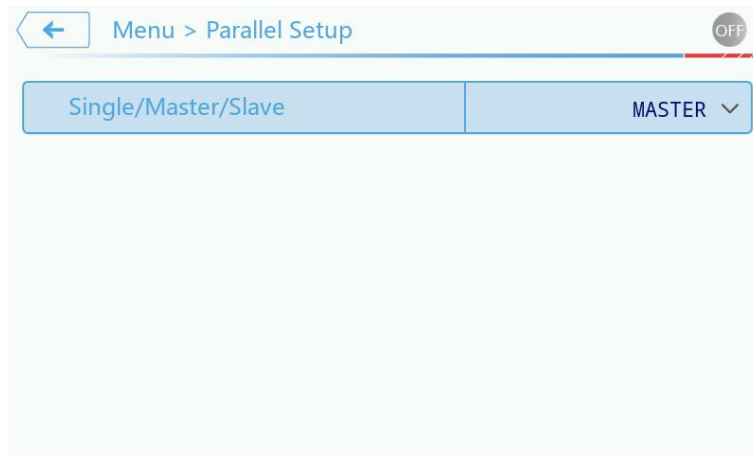
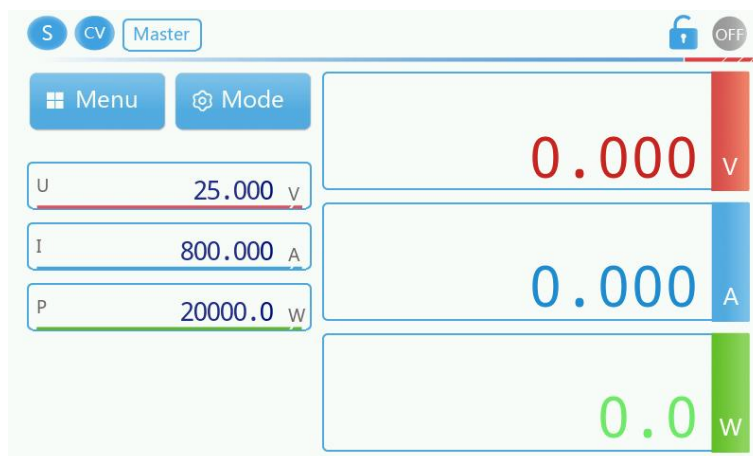

图 3-18 Parallel Setup 菜单界面示意图
图 3-19 主机模式界面示意图
通过 Menu 菜单可以进入并机功能菜单 Parallel Setup 并对其进行设置，从 Menu 菜单界面进入 Parallel Setup 菜单有三种方式，同 3.3.1 节 Source Setup 菜单设置。Parallel Setup 菜单界面示意图，如图 3-18 所示。
如上图 3-18 中 3 台设备并机，设置①号设备为 Master 主机模式，模式设置好后，返回主界面，此时主界面显示 Master，如图 3-19 所示。